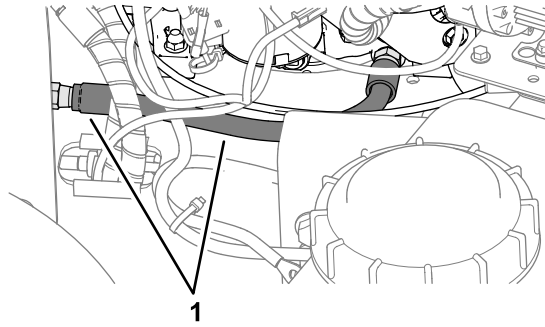

Figura 74
5. Guarde la manguera de vaciado como se muestra en la Figura 74.